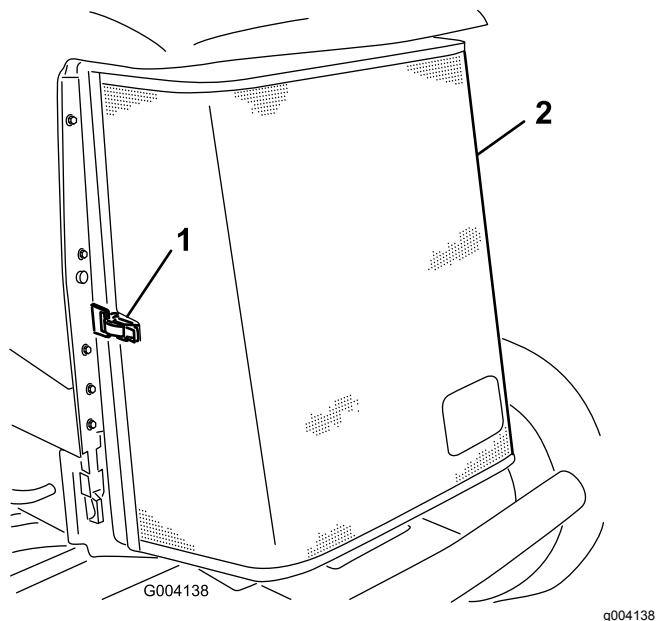

Figure 48
3. Déverrouillez l'attache et ouvrez la grille arrière (Figure 48).